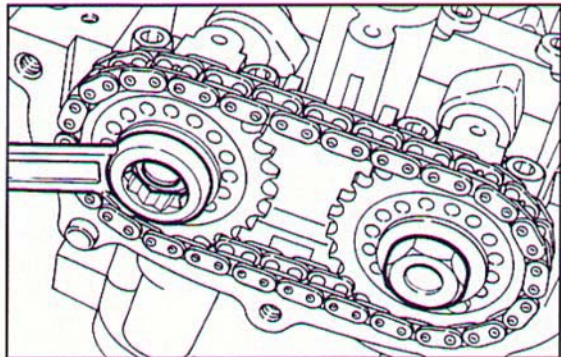

Fig. 168 ▼
- svitare i dadi di fissaggio dei pignoni (Fig. 168);
- unscrew the nuts fastening the pinions (Fig. 168);